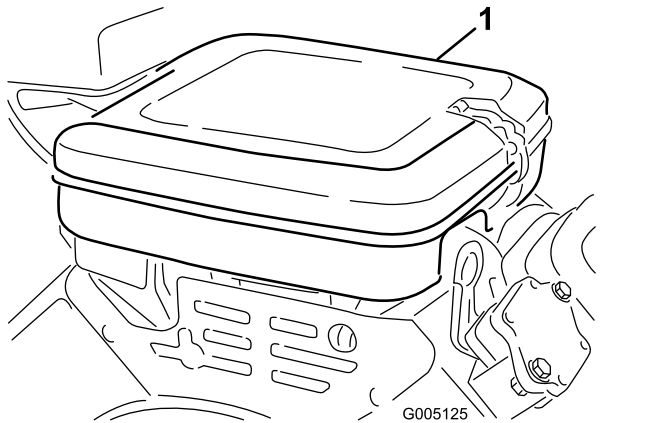

Figura 28
1. Limpie la cubierta del limpiador de aire (Figura 28).